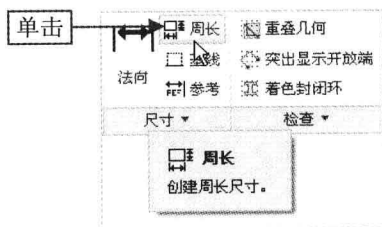

图 3-49 单击“周长”按钮
Step 02 在“功能区”选项板的“草绘”选项卡中, 单击“尺寸”面板中的“周长”按钮, 如图 3-49 所示。